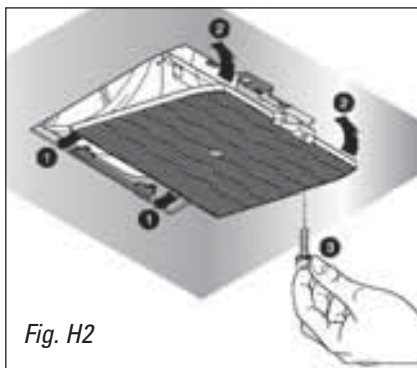

Fig. H2
Para a montagem ou a substituição dos filtros de carvão ativado, remova os filtros metálicos (FM) como indicado na figura H1-1 e seguir as indicações da figura H2.